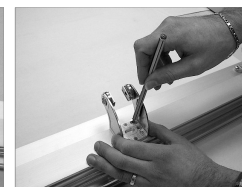

Fig. 2
- B. Posizionare la staffa porta motore sul bordo del serramento nella parte fissa in coincidenza del segno di mezzeria e tracciare i quattro fori di fissaggio (Fig. 2).
- B. Posizionare la staffa porta motore sul bordo del serramento nella parte mobile in coincidenza del segno di mezzeria e tracciare i quattro fori di fissaggio (Fig. 2).